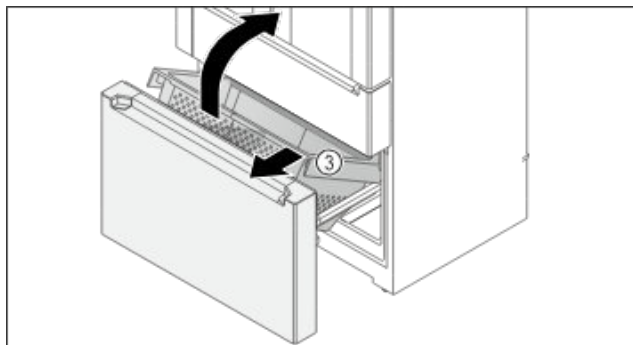

Fig. 153
- ▶ Behälter Fig. 153 (3) vorne hochheben.
- ▶ Behälter Fig. 153 (3) schräg nach vorne entnehmen.